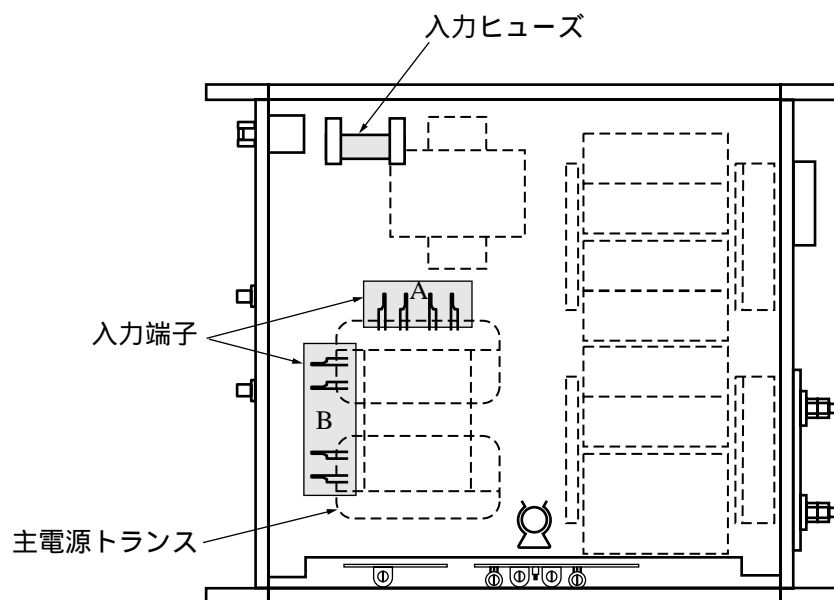
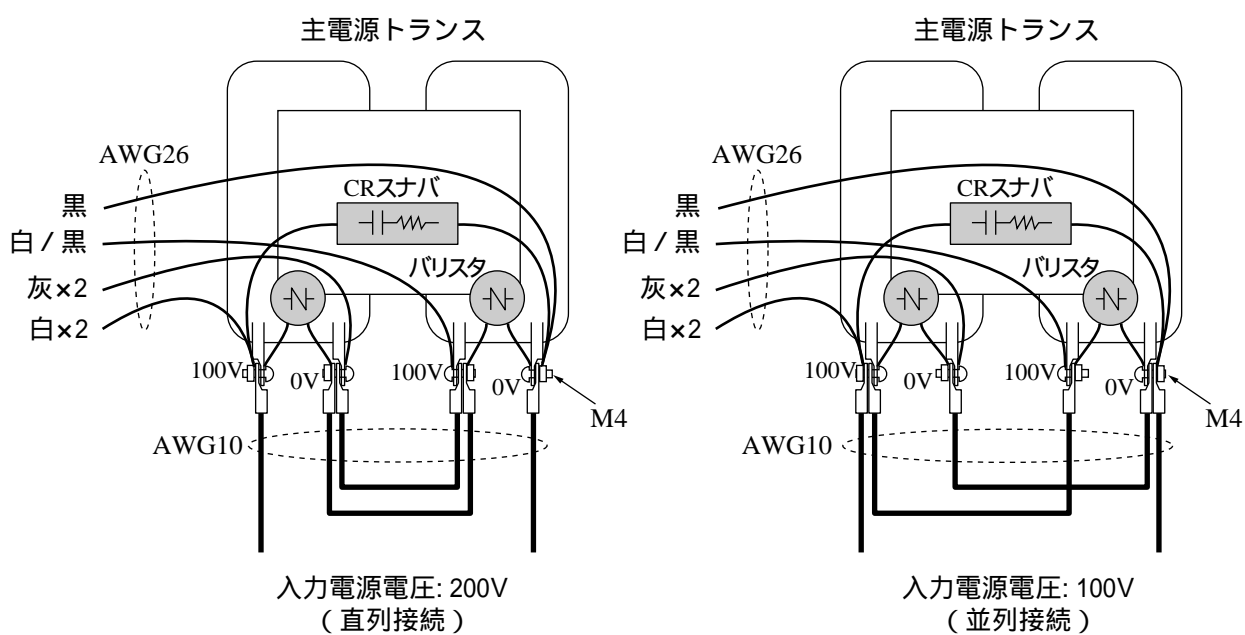

図 1-3 TYPE III モデルの内部
図 1-4 主電源トランスの入力端子の接続
3. 図1-3に示した主電源トランスの入力端子の接続を図1-4のように変更します。